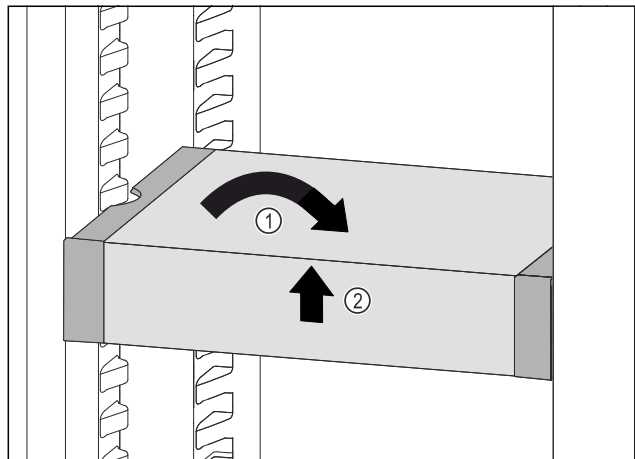

Fig. 192
- ▶ Вирівняти VarioSafe. Fig. 192 (1)
- ▶ Підняти VarioSafe спереду. Fig. 192 (2)